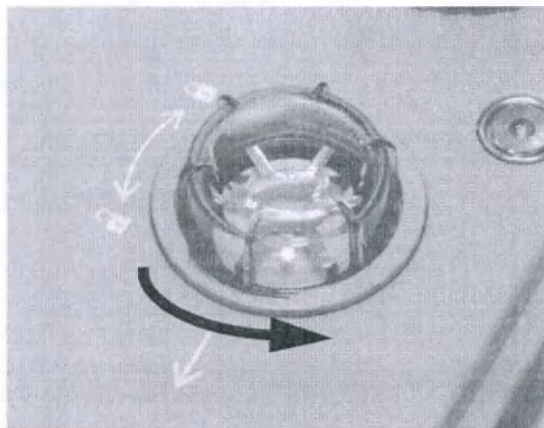

РИС. 7-11 Снятие крышки клапана
1. Снимите крышку клапана, как показано на РИС. 7-11, повернув ее против часовой стрелки.